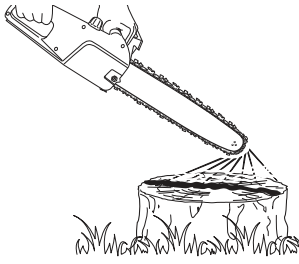

Fig. 20
- > Lancez le moteur, laissez-le tourner à vitesse moyenne et vérifiez que l'huile de chaîne est libérée comme sur l'illustration ci-contre (Fig. 20).